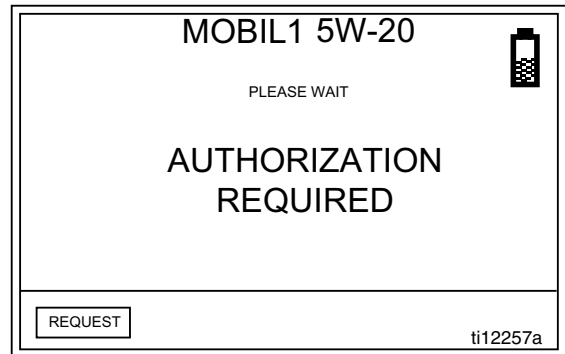

FIG. 23
- Après l'envoi de la demande, le message VEUILLEZ PATIENTER (PLEASE WAIT) s'affiche au haut de l'écran, comme indiqué à la Fig. 23.